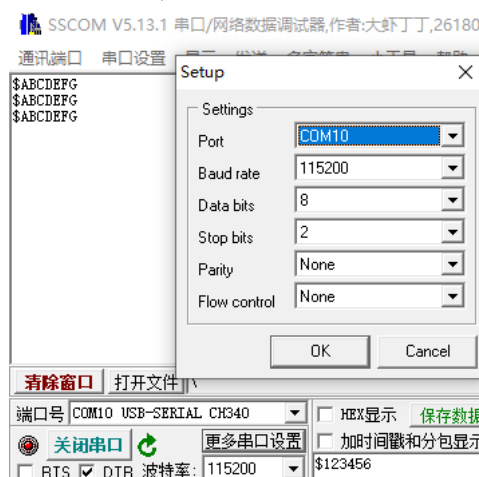

图 6 单线半双工测试
- 3) 打开连接单线的 USB 转串口对应的串口号，波特率默认 115200，停止位设置为 2 个（按 AN2102 USART 章节处理）。发送指定帧格式数据如 “\$123456(回车换行)”，MCU 回送指定的测试数据 “\$ABCDEFG(回车换行)” 如图 6。